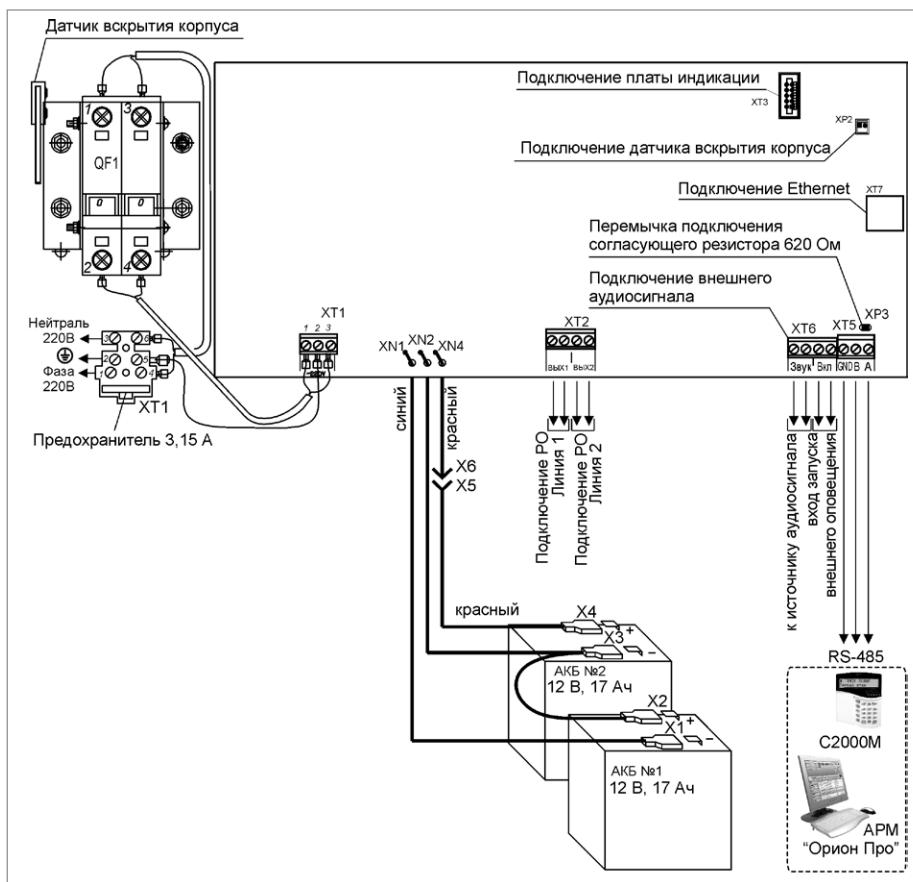

Рисунок 7.
- Схема внешних соединений приведена на рис. 7.